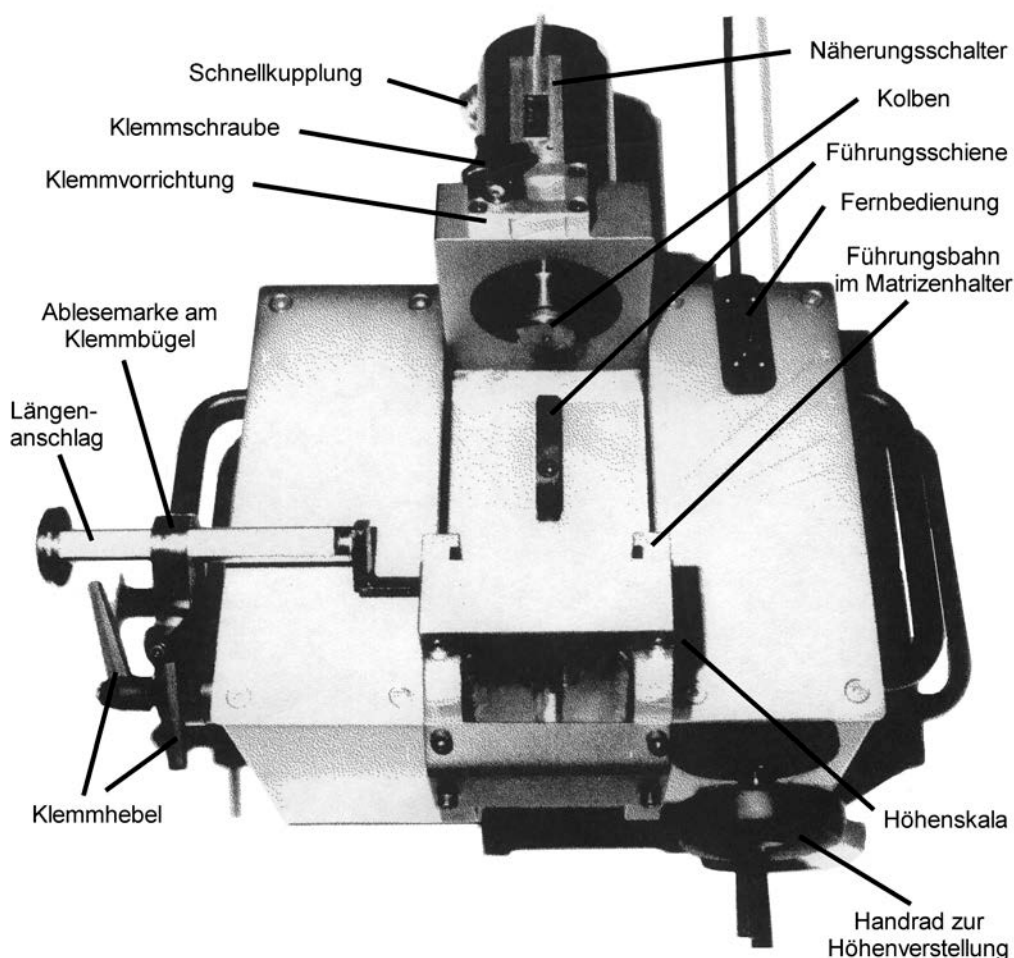
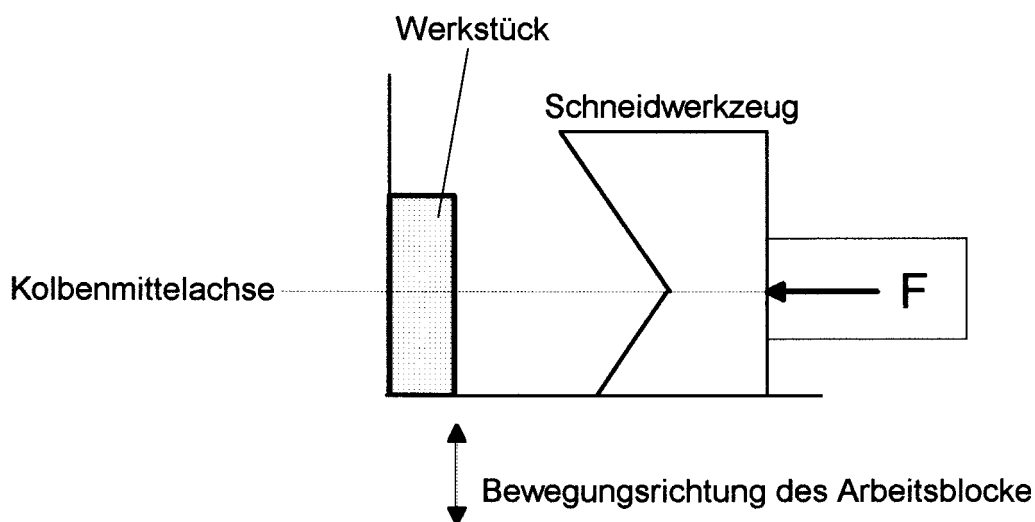

Рисунок 1: Органы управления комбинированного станка для обработки токопроводящих шин 216770
Рисунок 3: Регулировка рабочего блока по высоте
При использовании электрогидравлического насоса компании HAUPA Hydraulik GmbH необходимо подключить общий штекер для дистанционного управления и бесконтактных переключателей к розетке дистанционного управления насоса (см. также инструкцию по эксплуатации соответствующего насоса). Бесконтактный переключатель крепится на основном приборе с помощью зажимного приспособления (рис. 1).
**Примечание!** Бесконтактный переключатель необходим исключительно для гибочных работ. При выполнении всех других операций торцевая сторона держателя, обращенная в сторону инструмента, должна находиться на одном уровне с зажимным приспособлением (см. рис. 1), поскольку в противном случае насос не запустится.
Станок 216770 оснащен гидравлической системой регулировки по высоте. Вращая маховик, можно отрегулировать расстояние от рабочей поверхности до поршневой оси. Всегда устанавливайте высоту при резке и гибке таким образом, чтобы средняя ось поршня совпала со средней осью заготовки (рис. 3). Установленное значение (значение на шкале высоты =  $1/2 \times$  высота шины) можно считать по шкале высоты (рис. 1).
- Затем вложите токопроводящую шину и с помощью маховика отрегулируйте высоту рабочего блока на половину высоты токопроводящей шины (ср. рис. 3). На шкале высоты на основном приборе (рис. 1) отображается расстояние между рабочей поверхностью и поршневой осью.
- Установите крепление пуансона пробивного инструмента нижним пазом на направляющую основного прибора (рис. 1) и выдвиньте поршневой шток основного прибора так, чтобы стопорный винт зафиксировался. **Внимание!** Потянуть стопорный винт!
- При использовании электрогидравлического насоса бесконтактный переключатель должен находиться в нулевом положении, т.е. торцевая сторона переключателя, обращенная в сторону инструмента, должна находиться на одном уровне с зажимным приспособлением (рис. 1).
- Уложите токопроводящую шину и отрегулируйте вручную рабочий блок таким образом, чтобы встречный нож выполнял резку по центру токопроводящей шины (значение на шкале высоты =  $1/2$  х высота шины, как на рис. 3). На шкале высоты на основном приборе отображается расстояние между рабочей поверхностью и средней осью поршня (рис. 1).